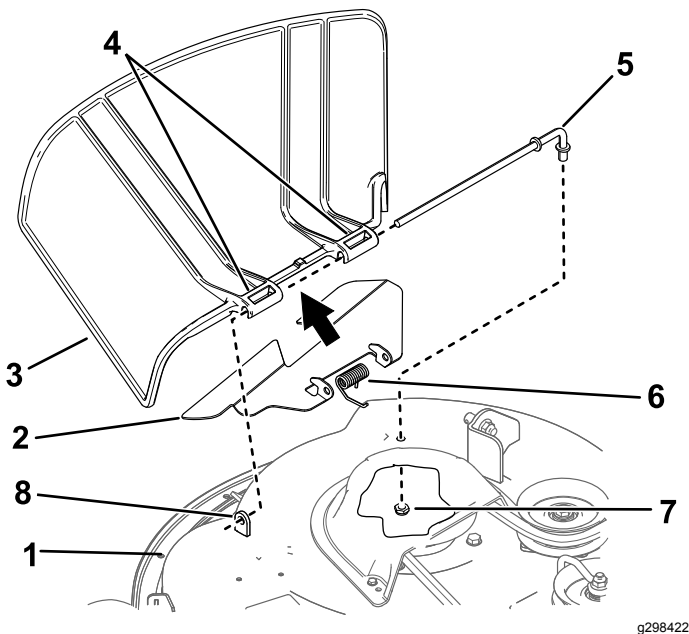

Bild 71
1. Nehmen Sie die Mutter ($\frac{3}{8}$ ") aus der Stange unter dem Mähwerk ab (Bild 71).
- Schieben Sie die Stange aus dem kurzen Vorsprung, der Feder, dem Ablenkblech und Grasablenkblech (Bild 71).
- Montieren Sie das neue Grasablenkblech und Ablenkblech (Bild 71).
- Schieben Sie die Stange durch das Ablenkblech und die zweite Halterung am Grasablenkblech (Bild 71).
- Befestigen Sie das hintere Stangenende mit einer Mutter (3/8") am Mähwerk, wie in Bild 71 abgebildet.